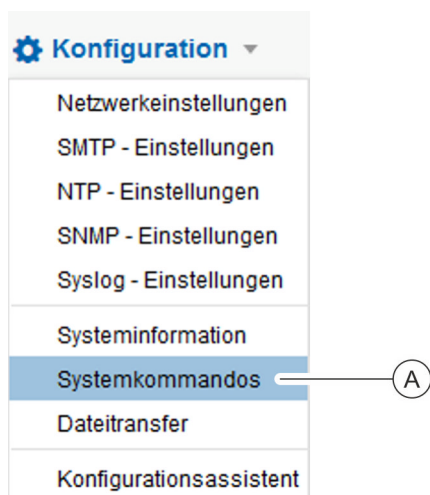

Abb. 190: Systemkommandos aufrufen
2. ➤ Über „*Konfiguration* ➔ *Systemkommandos*“ das Fenster „Systemkommandos“ aufrufen (Abb. 190/Ⓐ).